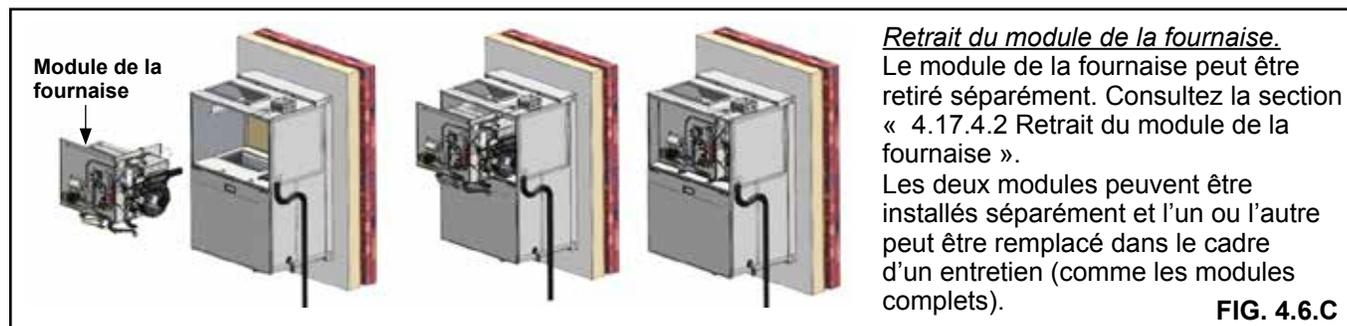

FIG. 4.6.C
- c. Le module de la fournaise peut également être retiré séparément (FIG. 4.6.C). Consultez la section « 4.17.4.2 Retrait du module de la fournaise ».